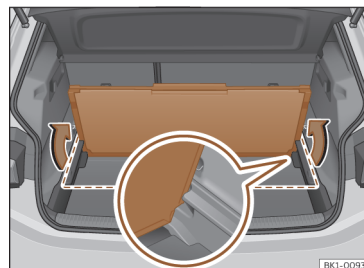

Fig. 156 Na bagageira: fixar o segundo piso da bagageira.
- Depois de dobrar, levante-o e insira-o nos suportes laterais com o lado aberto para baixo >>> **Fig. 156** (imagem ampliada).